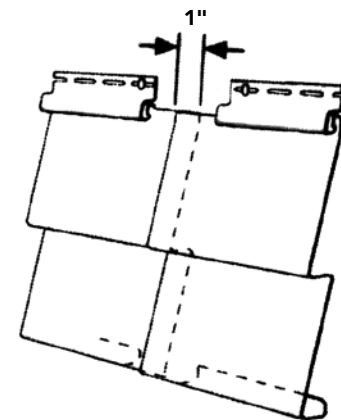

Figura 36
- Cuando se traslapen los paneles, verifique que estén traslapados a aproximadamente 1" (25.4 mm) (Figura 36).
- Siempre traslape las uniones alejadas de las entradas y del punto de mayor tráfico. Esto mejorará la apariencia general de la instalación (Figura 36).